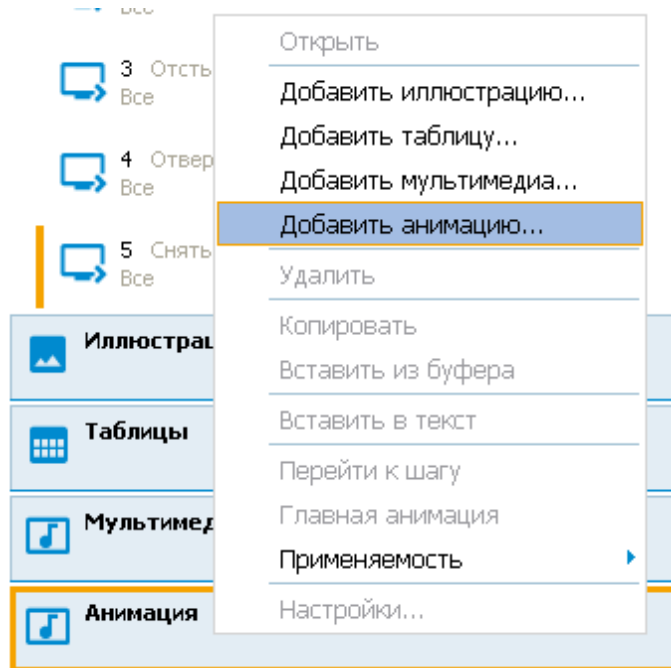
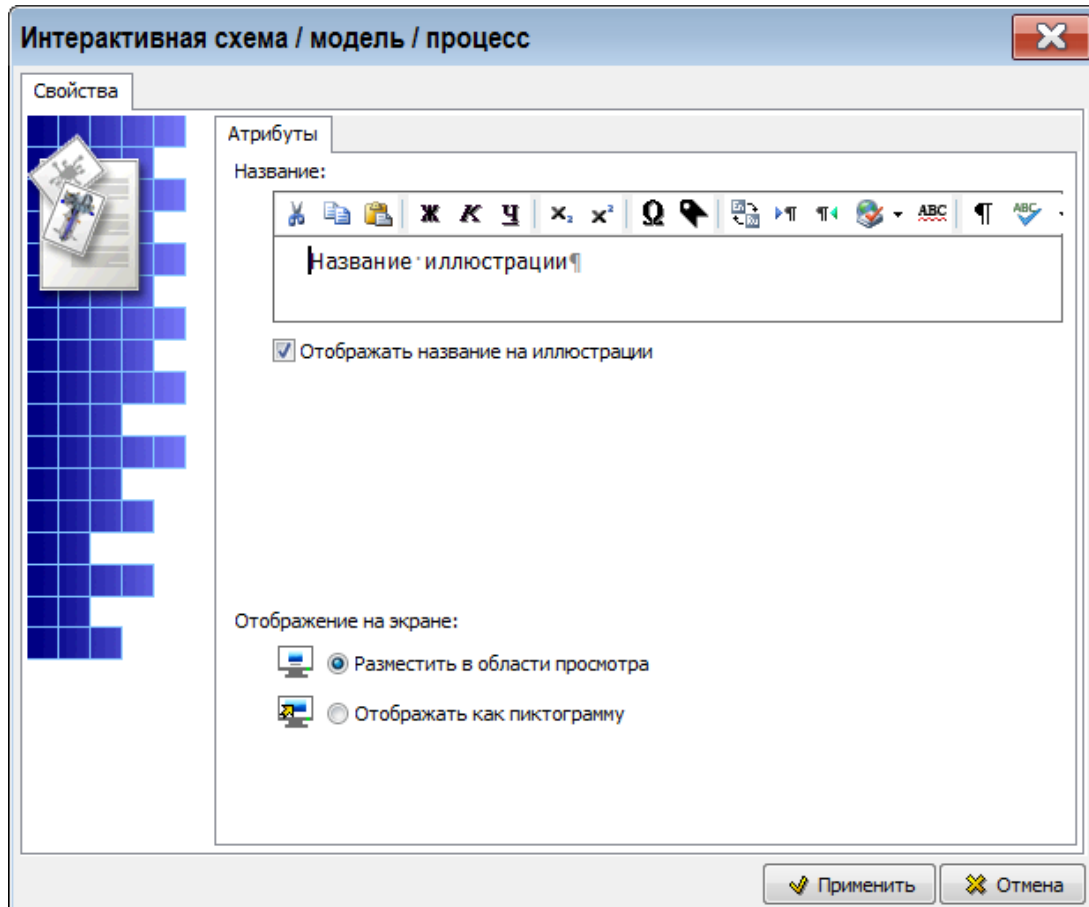

Рисунок 415
Рисунок 416
1) В контекстном меню раздела **Анимация** выберите команду **Добавить анимацию** (рисунок 415). После этого появится окно для ввода параметров анимации (рисунок 416).